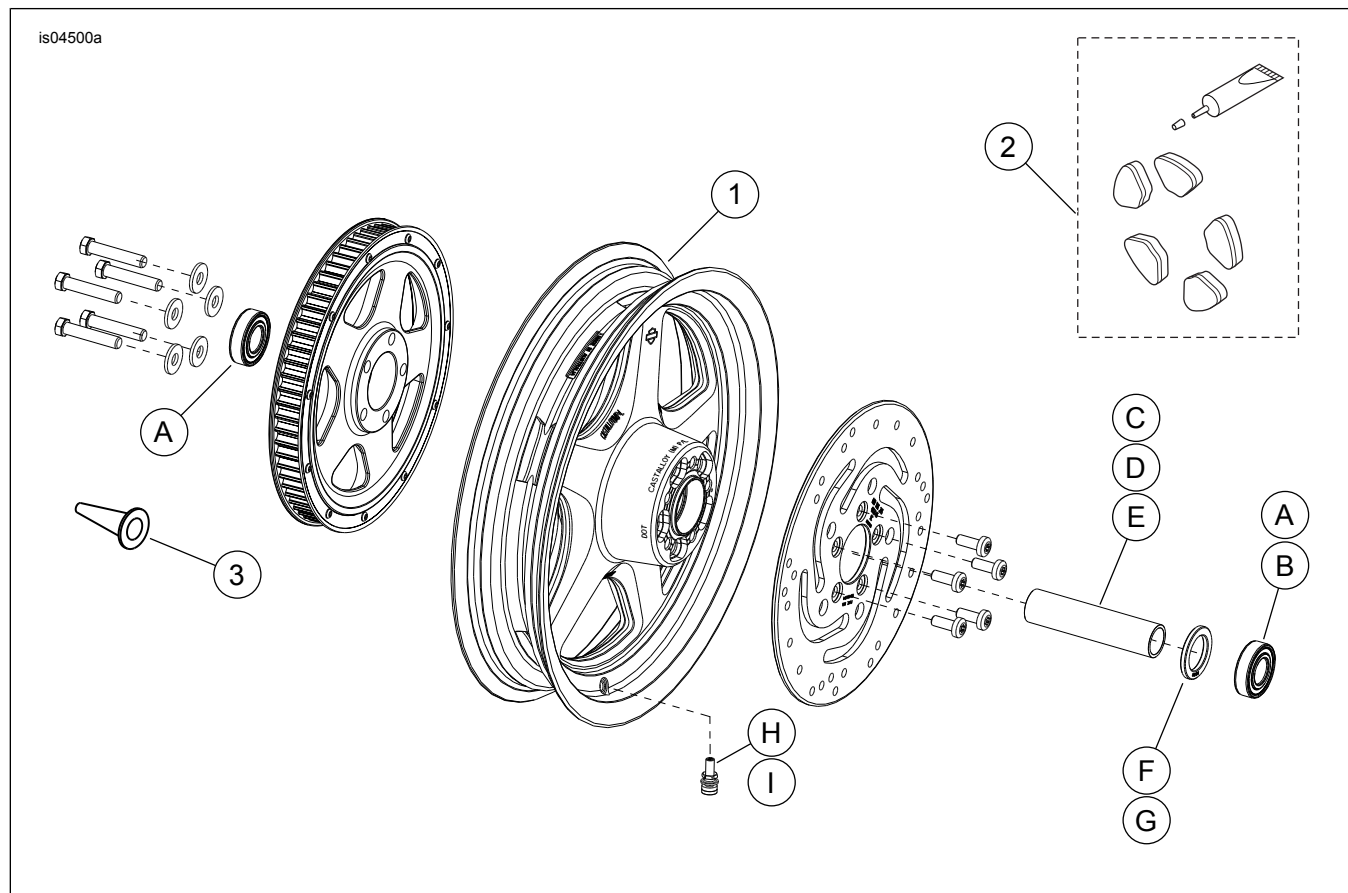

Figura 1. Peças de reposição: Rodas traseiras Thunderstar
Consulte Figura 1 e Tabela 2.
2. Consulte Figura 1. Instale o conjunto da haste de válvula (H ou I) na roda. Consulte o Manual de serviço.